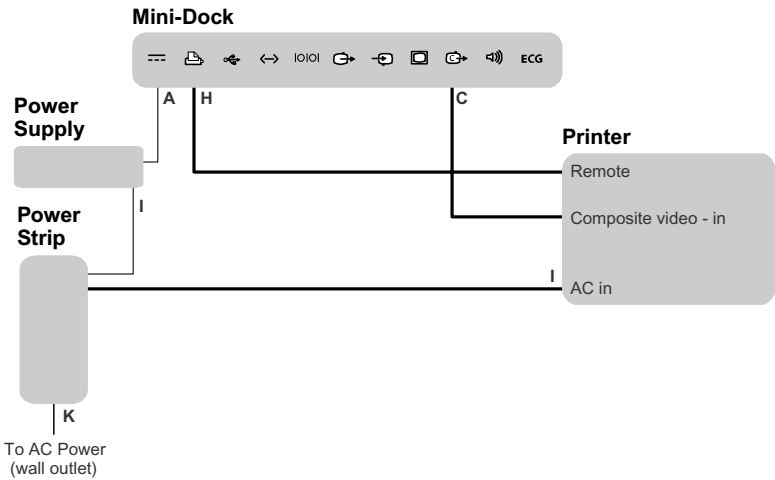

Figura 3 Conectividad del sistema y la impresora de MDSe
El sistema MDSe proporciona conexiones para una impresora en blanco y negro o en color. Consulte la Figura 3. En las instrucciones del fabricante puede consultar información referente al uso de la impresora, incluidas las advertencias y precauciones.
- 3 Conecte los cables. Consulte la Figura 3 en la página 13 y "Símbolos de cables, conectores y módulo de acoplamiento" en la página 19.